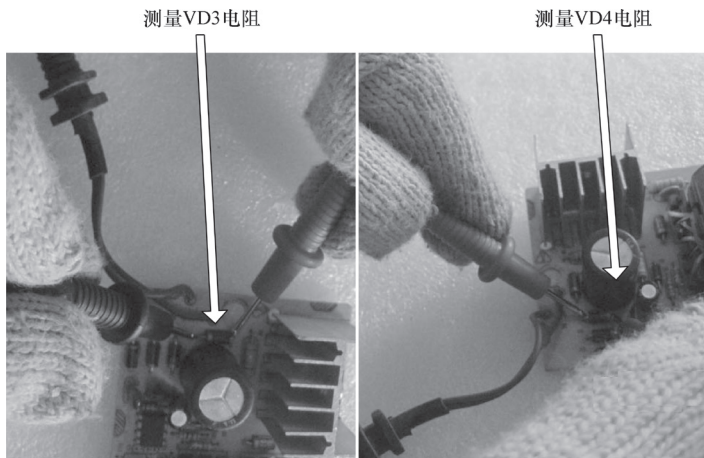

图 4-14 检测 VD1~VD4 电阻
4) 再用万用表  $R \times 1$  挡逐个对二极管 VD1 ~ VD4 进行检查，如图 4-14 所示，发现其中一只击穿。